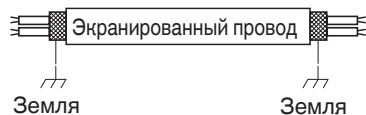

Рис. 4-6
- (5) Используйте экранированные провода для межблочной проводки управления (с) и заземлите оплетку с обеих сторон, в противном случае возможно нарушение работы из-за помех. (Рис. 4-6)